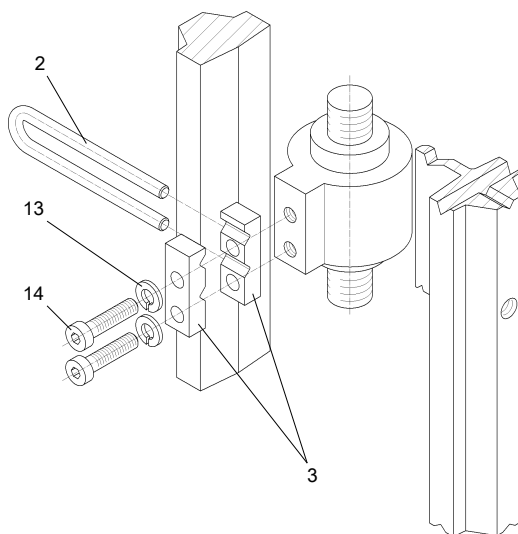
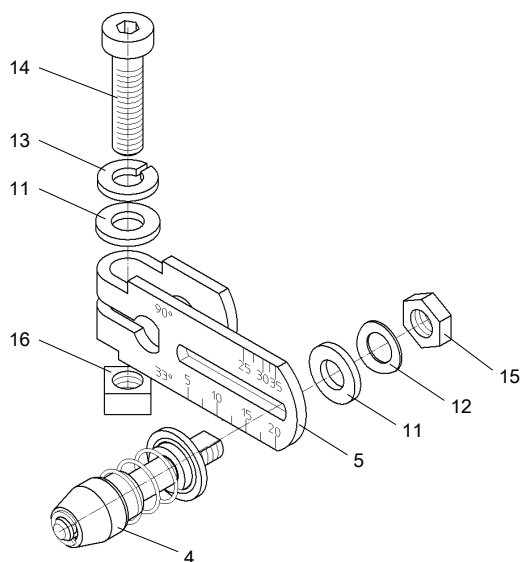
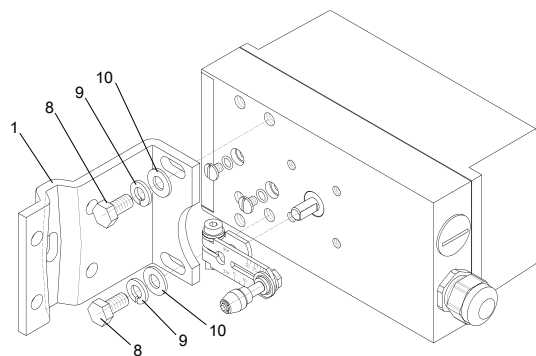

Рис. 13: Монтаж приспособления для контроля хода на шпинделе привода
Рис. 14: Рычаг установлен
Рис. 15: Монтаж монтажного уголка NAMUR
1. Рис. 13: Установить зажимы (3) с помощью винтов с шестигранной головкой (14) и пружинных колец (13) на шпинделе привода.
2. Вдвинуть скобы (2) во фрезерные отверстия зажимов. Установить нужную длину и затянуть винты таким образом, чтобы скобу еще можно было двигать.
3. Рис. 14: С помощью предварительно установленного рычага настроить штифт (4) на указанное на приводе значение диапазона хода или, если таковое отсутствует на шкале, на ближайшее большее значение. Если вы не уверены относительно фактического хода привода (пневматические сервоприводы часто имеют запас хода), следует выбрать ближайшее большее значение. Центр штифта должен указывать на градуировочную отметку на рычаге. Такое же значение можно настроить позже при вводе в эксплуатацию с помощью параметра "3.YWAY", чтобы после инициализации отображать ход в мм.
4. Надвинуть рычаг до упора на ось позиционера и закрепить его болтом с цилиндрической головкой (14).
5. Рис. 15: Установить монтажный уголок (1) с помощью двух винтов с шестигранной головкой (8), пружинных колец (9) и П-образных шайб (10) с задней стороны позиционера. Выбор последовательности отверстий зависит от ширины кронштейна привода. При этом ролик должен заходить в скобку (2) как можно ближе к шпинделю, но не должен касаться зажимов.